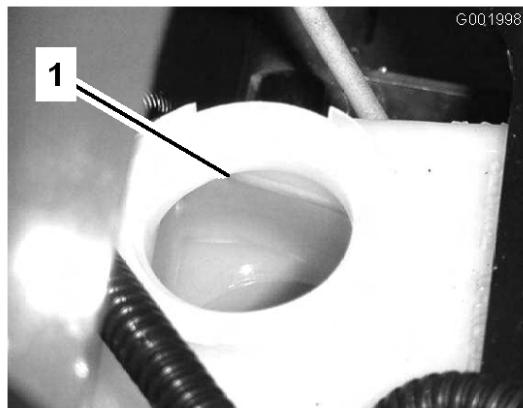

図 60
2. タンクの FULL マークまでオイルが入っているのを確認する(図 60)。